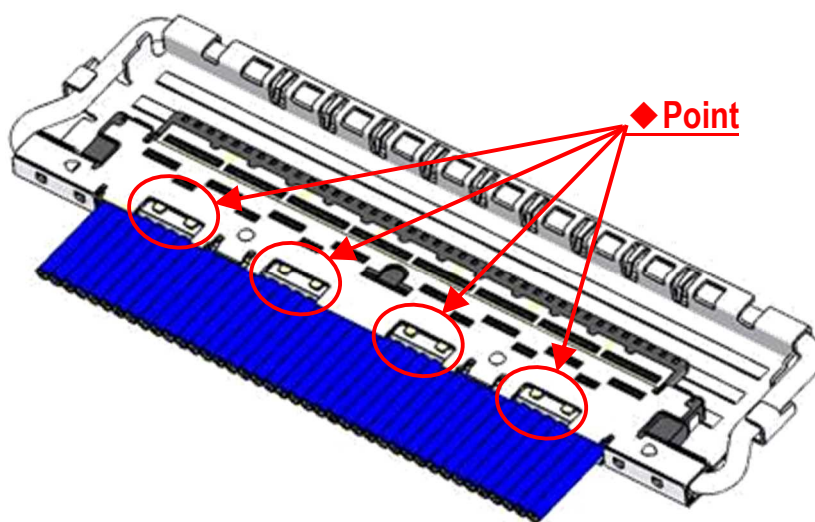

Fig.11 Soldering of SHELL-B and GND BAR
④ SHELL-A と SHELL-B を半田コテにて全箇所半田付けする。 (Fig.11 ◆部)